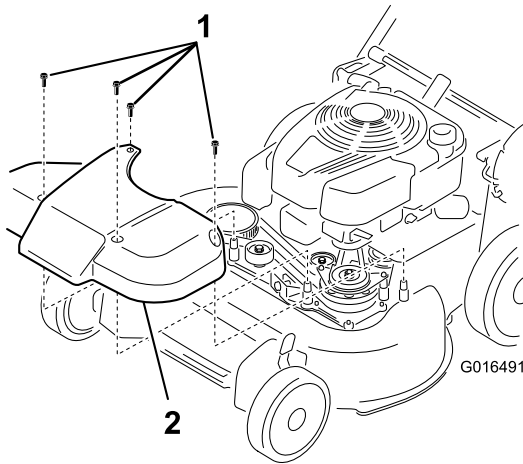

Figura 38
1. Rimuovete il coperchio del sistema di avanzamento lama (Figura 38).